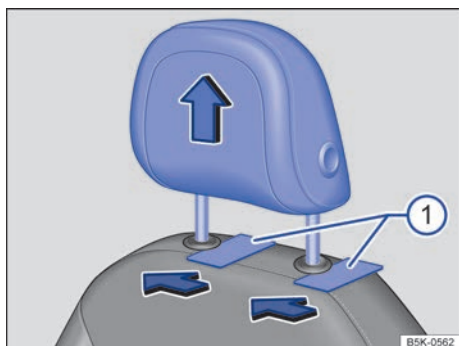

Fig. 85 Desmontaje de los apoyacabezas delanteros.
- Para desbloquearlo, introduzca un objeto plano (una tarjeta de plástico, p. ej.) entre el tapizado del respaldo y las tapas de las barras del apoyacabezas → fig. 85 ① mientras una segunda persona extrae el apoyacabezas completamente.